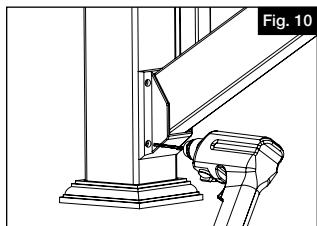
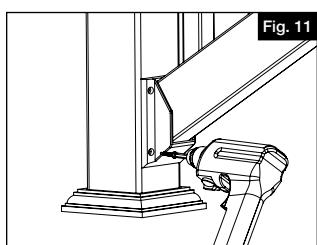

Fig. 10
Fig. 11
- Empuje todos los barrotes en el travesaño inferior (Fig. 10).
- Atornille los soportes metálicos del travesaño superior a la parte inferior de cada extremo del travesaño, con un tornillo cuadrado #10 de 1" (se vende por separado) en la ranura central del soporte (Fig. 11).
Centre el soporte en el poste. Utilice los agujeros del soporte como guía para taladrar los agujeros con una broca de $\frac{1}{8}$ " (Fig. 10). Introduzca uno de los tornillos autorroscantes de cabeza cuadrada #10 de $1\frac{1}{4}$ " en el soporte (Fig. 11). Taladre los 3 agujeros restantes e introduzca los tornillos de $1\frac{1}{4}$ " en los 3 agujeros restantes con cuidado de no apretarlos demasiado. Repita esta operación en la parte superior e inferior de la escalera.